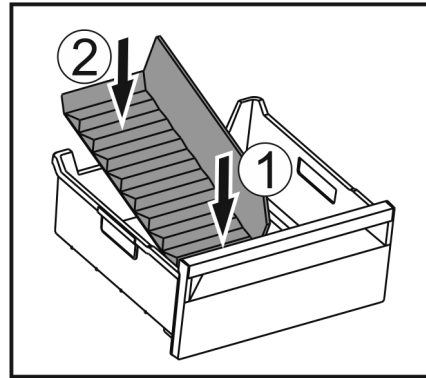

Fig. 185
- Colocar la parte delantera del separador para congelador. Fig. 185 (1)
- Bajar la parte posterior del separador para congelador hasta la base del cajón. Fig. 185 (2)